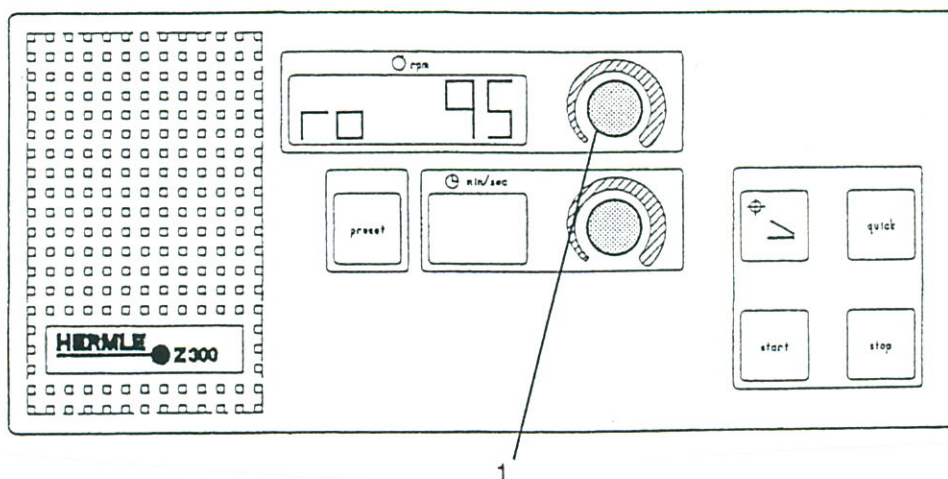

Fig. 4
- (1) Åben centrifugens låg og sluk for stikkontakten.
- (2) Tryk på knappen LID samtidig med at stikkontakten tændes.
- (3) I displayet RPM står nu "ro" for rotor, og et nummer for den indkodede rotor.
- (4) Hvis ikke den rigtige kode i forhold til den monterede rotor vises i displayet, vælges ny kode ved at dreje på knappen (1). (Se fig. 4).
- (5) Afbryd herefter stikkontakten og tænd igen. Koden for den monterede rotor er nu gemt i hukommelsen.